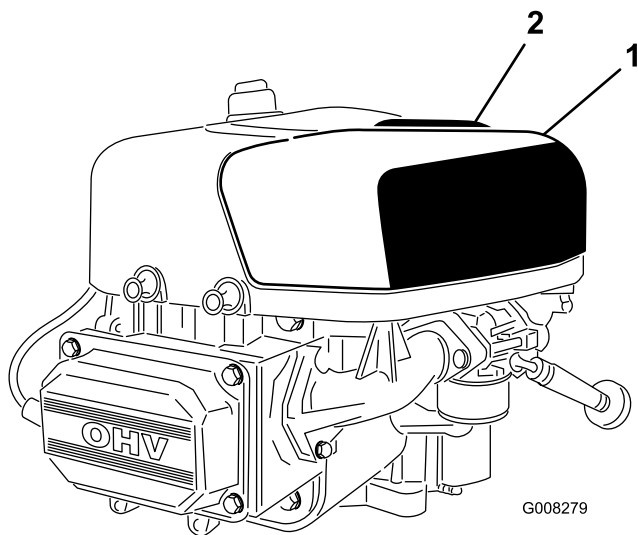

Figura 20
2. Tire hacia arriba del asa de la tapa del limpiador de aire y gírela hacia el motor (Figura 20).